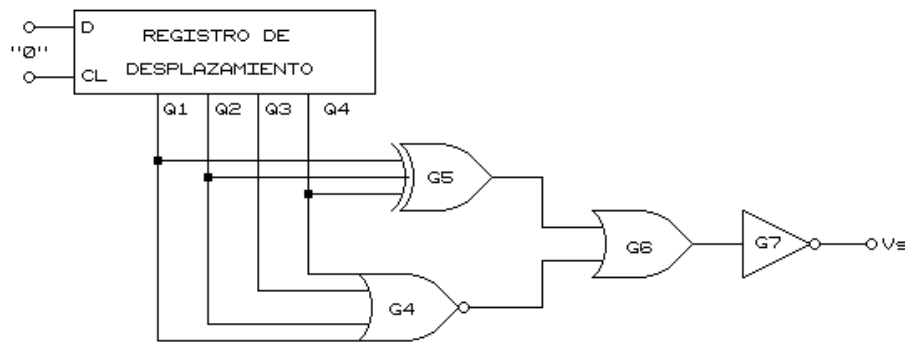

Figura 4.4
1. Sin desarmar el circuito de la figura 2 (Unidad COM 6A/1), arme el circuito de la figura 4.4 con la unidad COM 6A/3.
El circuito de la figura 4.4 (primera parte) sirve como detector de palabra de sincronismo pasivo. Pero no es suficiente para detectar la presencia de la palabra de sincronismo, sino que es necesario que los circuitos de sincronización encuentren los pulsos de sincronización de la señal de entrada.